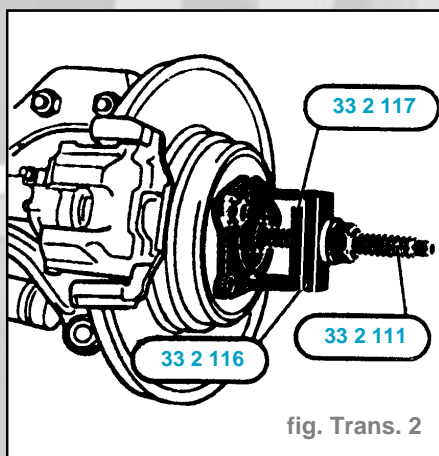

fig. Trans. 2
- Chasser avec l'outil 33 2 11 /116 /117 le demi-arbre de roue du moyeu (fig. Trans. 2).